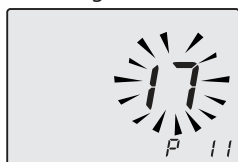

Figura 5.43
- Desplace los parámetros mediante los botones 18 o 19 hasta que aparezcan en el display LCD las letras **P11** y el valor del parámetro, indicando que se ha entrado en el "parámetro 11" (Figura 5.43).